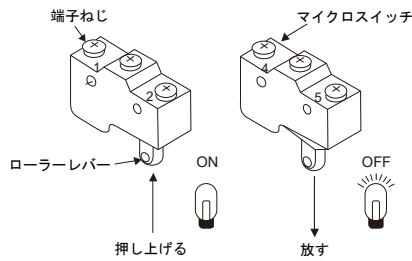

図5 - マイクロスイッチの作動
3. タッチローラーを動かして、マイクロスイッチが目的の角度で作動することを確認します(図5を参照)。